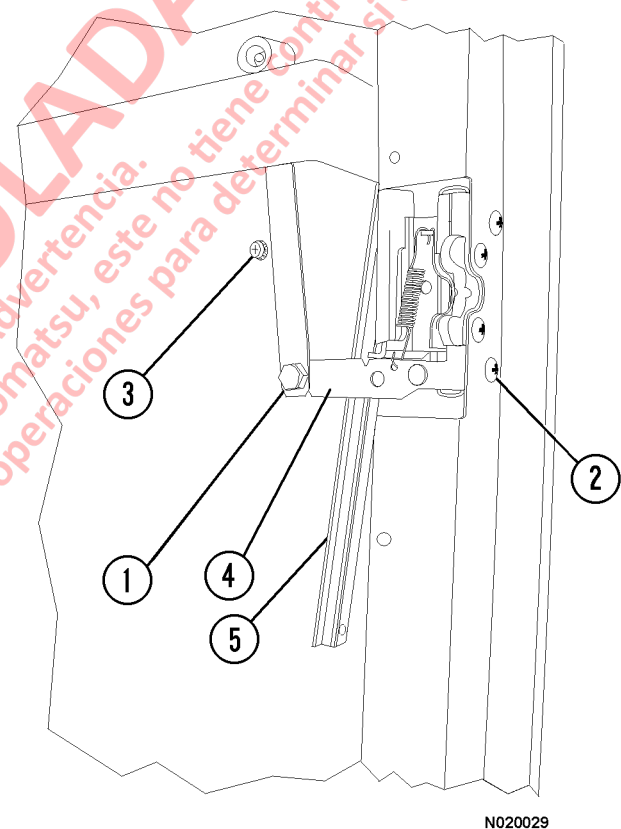

FIGURA 2-14.
3. Retire el tornillo y la tuerca de la palanca de liberación interna (1, Figura 2-14).
4. Retire los cuatro tornillo de montaje (2) que fijan el mecanismo del seguro en la puerta.
5. Retire el mecanismo (4) del seguro de la puerta. Realice la siguiente prueba para verificar si el mecanismo del seguro de la puerta funciona adecuadamente:
6. Retire los tornillos de montaje (3) de la manilla exterior de la puerta. Una vez que se desmonte la manilla de la puerta, ajuste el émbolo hacia la izquierda para aumentar la altura del botón de liberación de la manilla de la puerta. Use la tuerca de seguridad para bloquear el tornillo del émbolo. Aplique Loctite® para evitar que el tornillo se afloje.
Asegúrese de que una guía en el marco de la ventana (5, Figura 2-14) que está al lado del seguro de la puerta atraviese al interior del conjunto del seguro (4).
2. Retire el tornillo y la tuerca (1, Figura 2-14) de la manilla interior de la puerta.
3. Retire los cuatro tornillos de montaje (2) del seguro. Retire el conjunto del seguro.
5. Instale un conjunto del seguro nuevo y alinee los orificios de montaje. Instale los cuatro tornillos de montaje (2, Figura 2-14). Asegúrese de que estén apretados.
6. Alinee la manilla interior de la puerta e instale los tornillos y la tuerca (3).